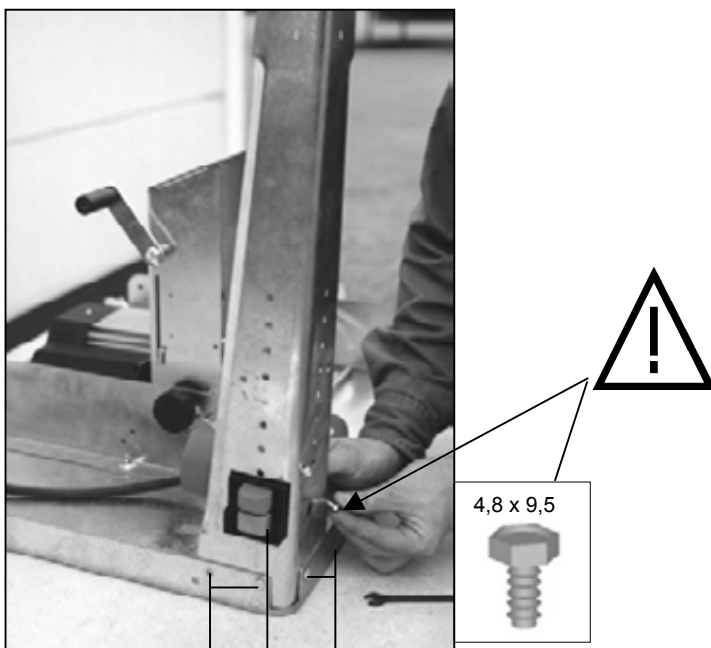

Abb. 18
- Schrauben Sie Teil 15 (Tischbein mit der eckigen Aussparung) zunächst nur mit den Schrauben A und B an (Abb. 18)
- Fasten the part 15 (table leg with angular recess) initially with the screws A and B (Fig. 18).
- Vissez d'abord la pièce 15 (pied de table avec le découpage carré) à l'aide de la vis A et B (fig. 18)
- Schroef deel 15 (tafelpoet met de hoekige uitsparing) er eerst alleen met de schroeven A en B aan (afb. 18).
- Atornille la pieza 15 (pata de la mesa con entalladura angular) primeramente sólo con los tornillos A y B (Fig. 18).